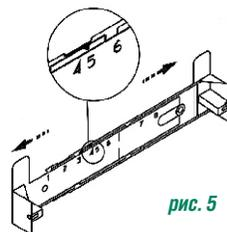

рис. 5
### 6.2 Крепление кронштейна к стене (рис. 5, 6).
- прежде чем прикрепить кронштейн к стене, необходимо выставить кронштейн на нужный размер рис. 5 (равный ширине верхней фальштрубы), для этого увеличьте размер кронштейна (если это необходимо), раздвинув его, и установите фиксатор напротив цифры соответствующей Вашей вытяжке (см. графа N, табл.3);